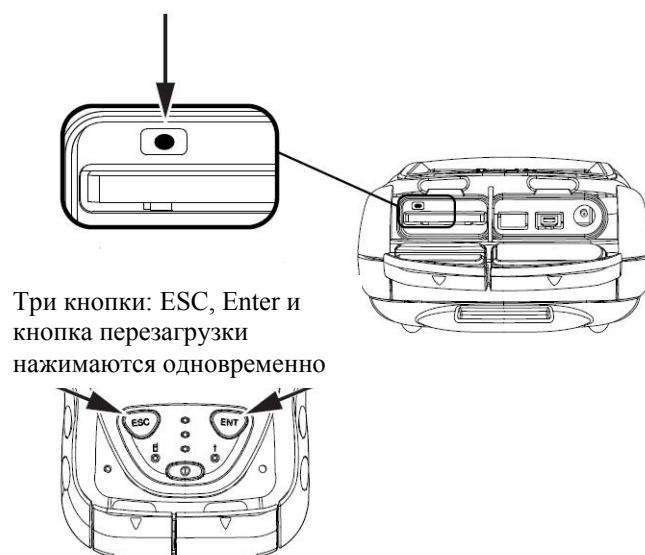

Рис. 7-2. Аппаратная перезагрузка
Для выполнения аппаратной перезагрузки (Рис. 7-2. ):
2. Одновременно нажмите и удерживайте в нажатом положении в течение не менее двух секунд следующие три кнопки: ENT, ESC и кнопку перезагрузки программного обеспечения (см. рис. 7-2). Прибор выключится.